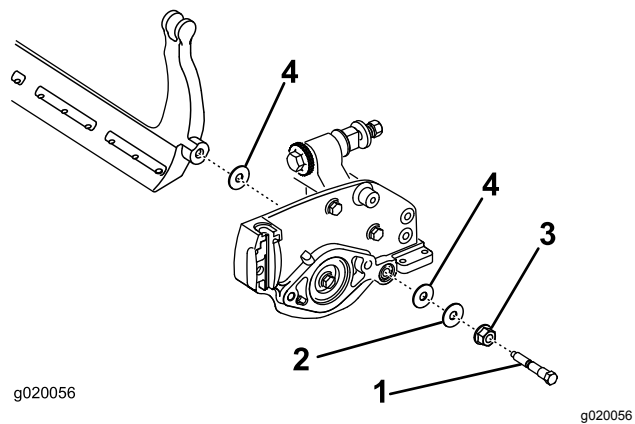

Figure 22
Mettez de côté 2 rondelles en nylon et 1 rondelle en acier à chaque extrémité de la barre d'appui (Figure 22).
3. Placez une rondelle en nylon de chaque côté du bossage de la plaque latérale. Placez une rondelle en acier à l'extérieur de chaque rondelle en nylon (Figure 22).